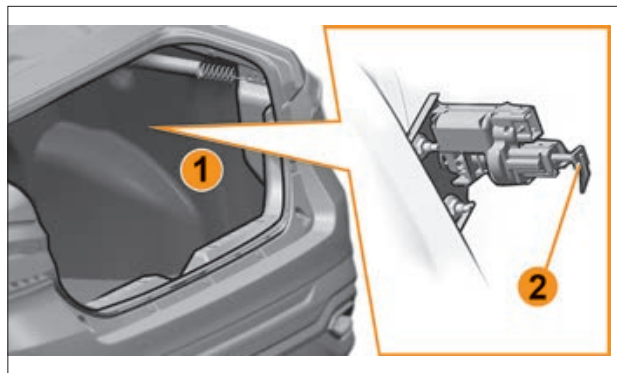

Рис. 5.19.2. Аварийный рычажок крышки лючка (в варианном исполнении)
**Для автомобилей Vesta/Vesta Cross:** доступ к аварийному рычажку можно получить через откидной клапан в обивке **1** (рис. 5.19.2) с правой стороны багажного отделения. В нише за обивкой будет доступен аварийный рычажок **2**, который нужно потянуть для разблокировки лючка наливной горловины топливного бака.